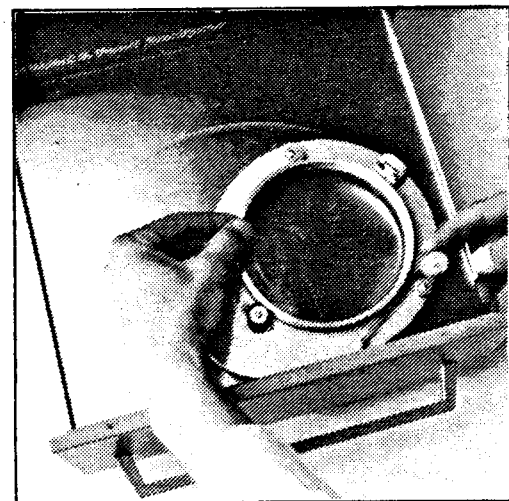

Abb. 4
3. Positionieren Sie den Adapterring wie in Abb. 4 gezeigt.